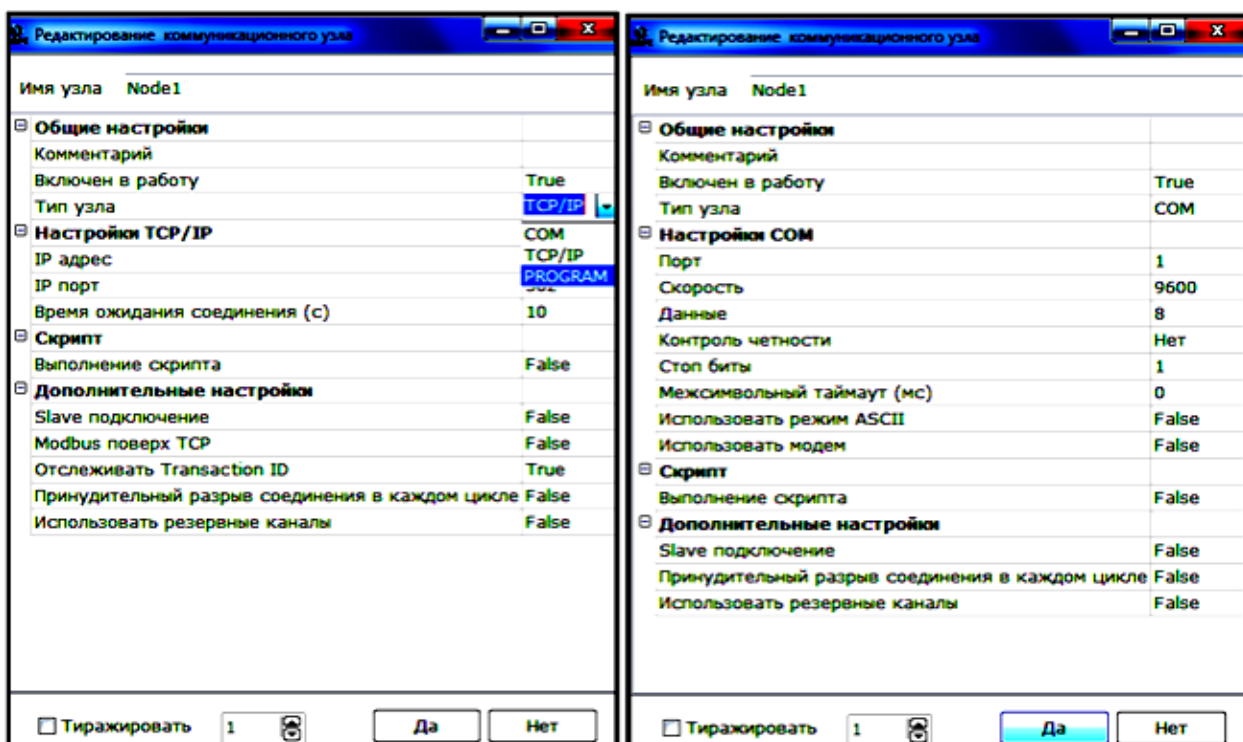

Рис.2. Окна меню настройки
Меню настройки узла появляются в виде отдельных последовательных окон (рис.2).
- 2.** В типе узла выбрать, как правило, COM порт, а затем в следующем окне его настроить (рис.2). Имеется возможность после настройки тиражировать количество узлов.